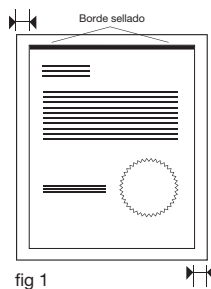

fig 1
1. Center the item to be laminated into a laminating pouch (figure 1). Make sure the item is positioned to the sealed edge of the pouch. DO NOT USE A CARRIER.
1. Centrez le document à plastifier dans la pochette de plastification (figure 1). Assurez-vous que le document est placé contre le côté scellé de la pochette. N'UTILISEZ PAS DE POCHETTE DE TRANSPORT.